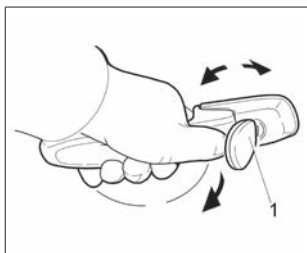

Рис. 3. Открывание двери
**Передние двери** блокируются: снаружи – ключом **1** (рис. 3) или (в варианном исполнении) пультом дистанционного управления; изнутри – нажатием на кнопку блокировки **1** («утапливанием») (рис. 4а, 5а) в двери или (в варианном исполнении) кнопкой  в модуле двери водителя (рис. 6б). Блокировать замок можно только при закрытых дверях. Кнопка  в модуле двери водителя (в варианном исполнении) служит для одновременной блокировки или разблокировки дверей автомобиля. При нажатии на эту кнопку происходит смена состояния замков дверей. Например, если двери автомобиля были разблокированы, то после нажатия на эту кнопку двери блокируются, и наоборот.